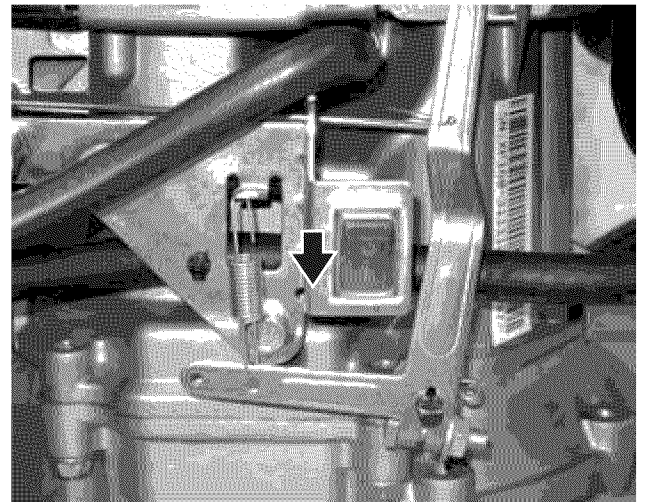

Figura 36 – Posición ON/ENCENDIDO del interruptor de parada del motor
- Mueva el interruptor de parada del motor hacia abajo hasta la posición **ON** (encendido) (I) (Ver Figura 36).